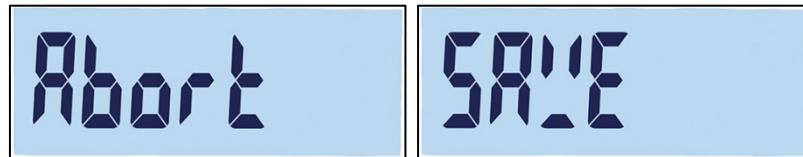

Figura 2-3: Instrucciones al salir de la configuración
3. Presione la tecla  o izquierda  cuando esté en la raíz del árbol del menú (cuando se muestre F1, F2, etc.). Aparecerá un mensaje que le preguntará si desea abortar (Abort) o guardar (Save) los cambios, Figura 2-3.